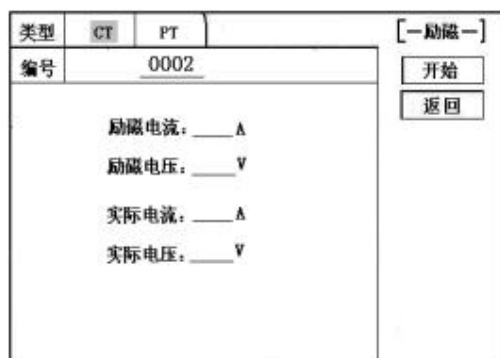
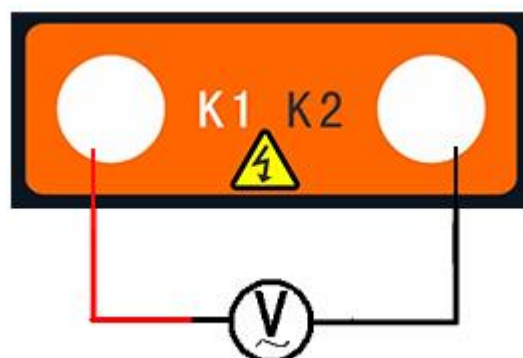
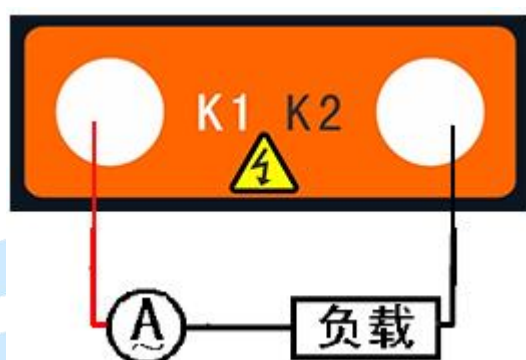

图 41 校准测试主界面
图 42 电压校准接线图
图 43 电流校准接线图
进入 CT “励磁” 测试界面后，选择进入“校准” 试验界面（如图 41），设定好励磁电流值：0.1A ~ 5A；励磁电压值：1V~2500V。
电压校准试验参照图 42 进行接线；设置好被测电压后，合上功率开关，选择 “开始” 选项，按下控制器，试验即开始，试验到达设定值后将保持输出电压/电流值用于检测，检测完毕后，按下控制器，试验返回图 41 界面。
电流校准试验参照图 43 进行接线，电压设定值略高于【电流设定值 (A) * 负载 (Ω)】，设置好被测电流/电压值后，合上功率开关，选择 “开始” 选项，按下控制器，试验即开始，试验到达设定值后将保持输出电流/电压值用于检测，检测完毕后，按下控制器，试验返回图 41 界面。